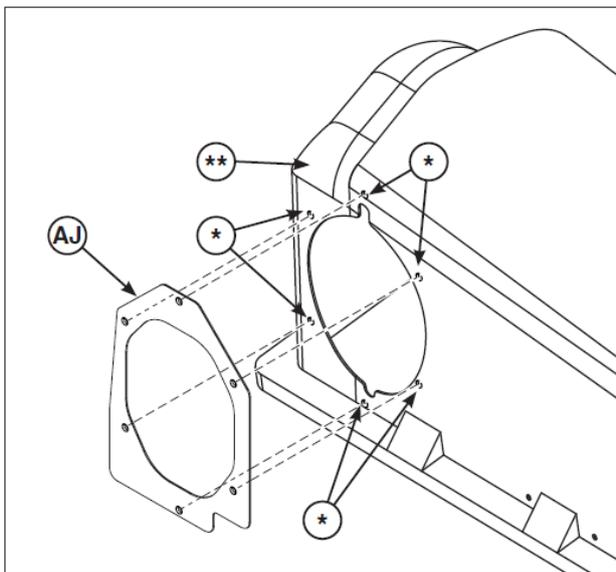

図 25
1. フランジシール (図 25 の AJ) 上の目印のように、カバー-Assy (***) に 5.2mm の穴 (*) を 6 つ空けてください。